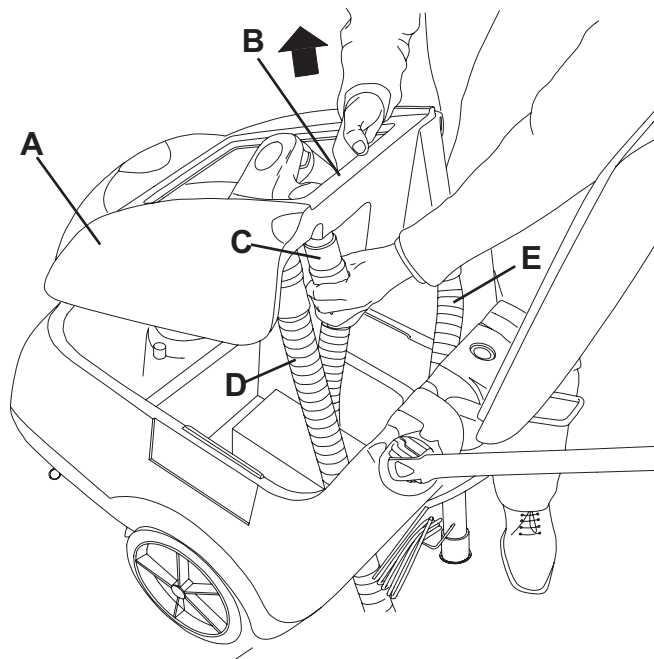

Abbildung 5
1. Den Sammelwassertank (31), wie es im entsprechenden Abschnitt beschrieben ist, entleeren.
4. Das Ansaugrohr (22) von der Sauglippe (11) lösen.
5. Das Ablassrohr Sammelwasser (16) aus dem Halter (17) trennen.
6. Den Deckel (6) öffnen.
7. Den Sammelwassertank (A, Abb. 5) in den Bereich (B) halten und leicht heben.
8. Das Ansaugrohr (C) aus dem Tank trennen, dann den Tank (A) mit Rohren (D) und (E) entfernen.